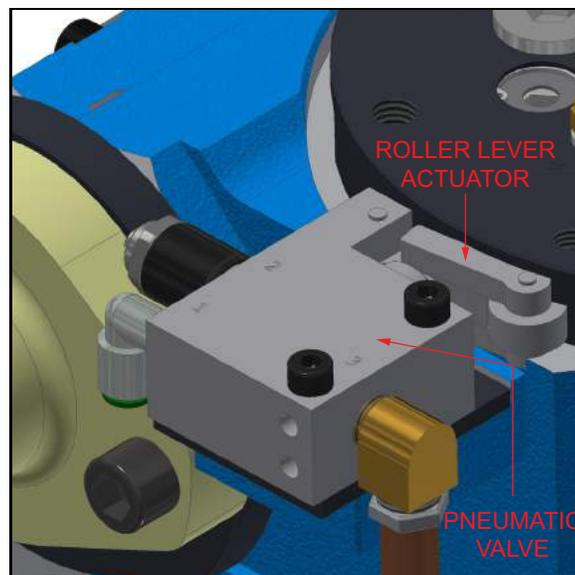

FIGURA 3-36. UBICACIÓN DE LA VÁLVULA NEUMÁTICA
- Con una herramienta como un destornillador presione manualmente el actuador con palanca de rodillo de la válvula neumática (véase la Figura 3-36) cerca de la parte superior del husillo. Siete ciclos del actuador de la palanca de rodillo se corresponden a 360° de rotación del brazo de mecanizado.